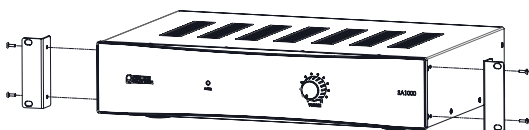

Abbildung 4
- Falls erforderlich oder angebracht, befestigen Sie mit den mitgelieferten Schrauben die Montageklammern an beide Seiten des Verstärkers (vorne). S. Abbildung 4.